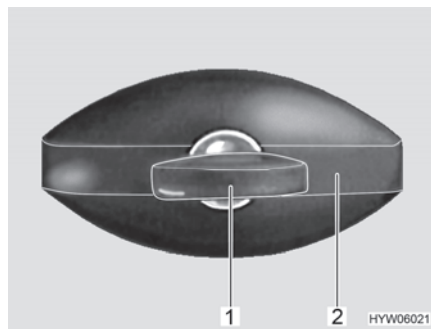

Fig. 35 Serrure du portillon (en forme d'ellipse, fermée)
- Insérer la clé dans le barillet (Fig. 35,1) et la tourner d'un quart de tour dans le sens inverse des aiguilles d'une montre. La poignée de la serrure (Fig. 35,2) ressort.